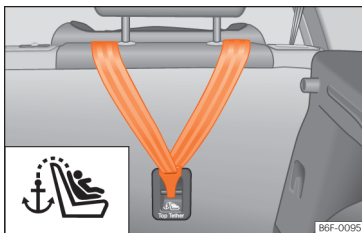
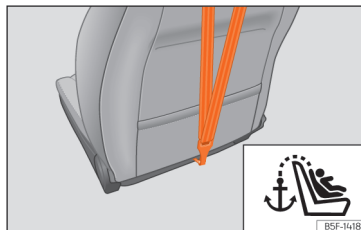

Fig. 46 Parte posterior dos bancos traseiros: argolas de fixação para o cinto Top Tether.
Fig. 47 Parte posterior do encosto do banco do passageiro: fixação para o cinto Top Tether.
As cadeiras infantis com sistema Top Tether incluem uma correia adicional para fixação a um ponto de fixação no veículo. Este ponto de fixação encontra-se na parte traseira do encosto do banco traseiro e do passageiro (identificado com o símbolo ) e proporciona maior retenção >>> Fig. 46, >>> Fig. 47.
- Deslize a correia e fixe-a corretamente na fixação da parte posterior do encosto »» Fig. 46, »» Fig. 47.